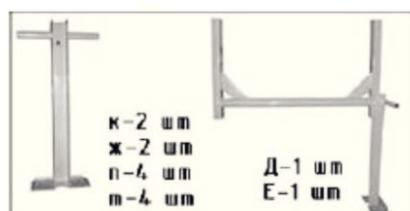

Рис. 3.
6.2. Смонтируйте на раме (Д) переднюю стойку (Е) используя крепеж (к. ж, п, т), что бы получилась конструкция как на Рис.3.